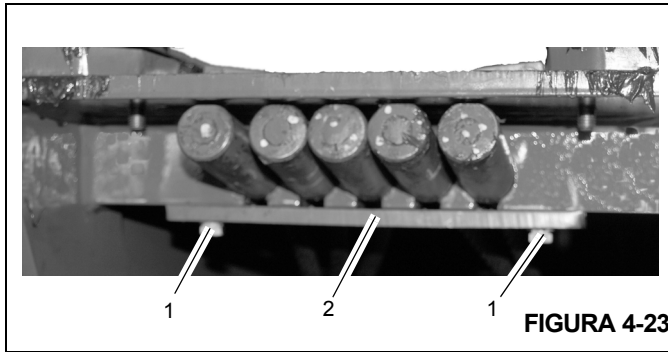

FIGURA 4-23
8. Coloque el extremo de polea del cilindro telescópico (con el bloque de lumbreras hacia arriba) en la parte trasera de la sección de extremo. Coloque los extremos muertos de los cinco cables de extensión en los agujeros alargados en la parte superior de la sección de extremo y fíjelos con la placa retenedora (2), pernos y arandelas (1) (Figura 4-23).